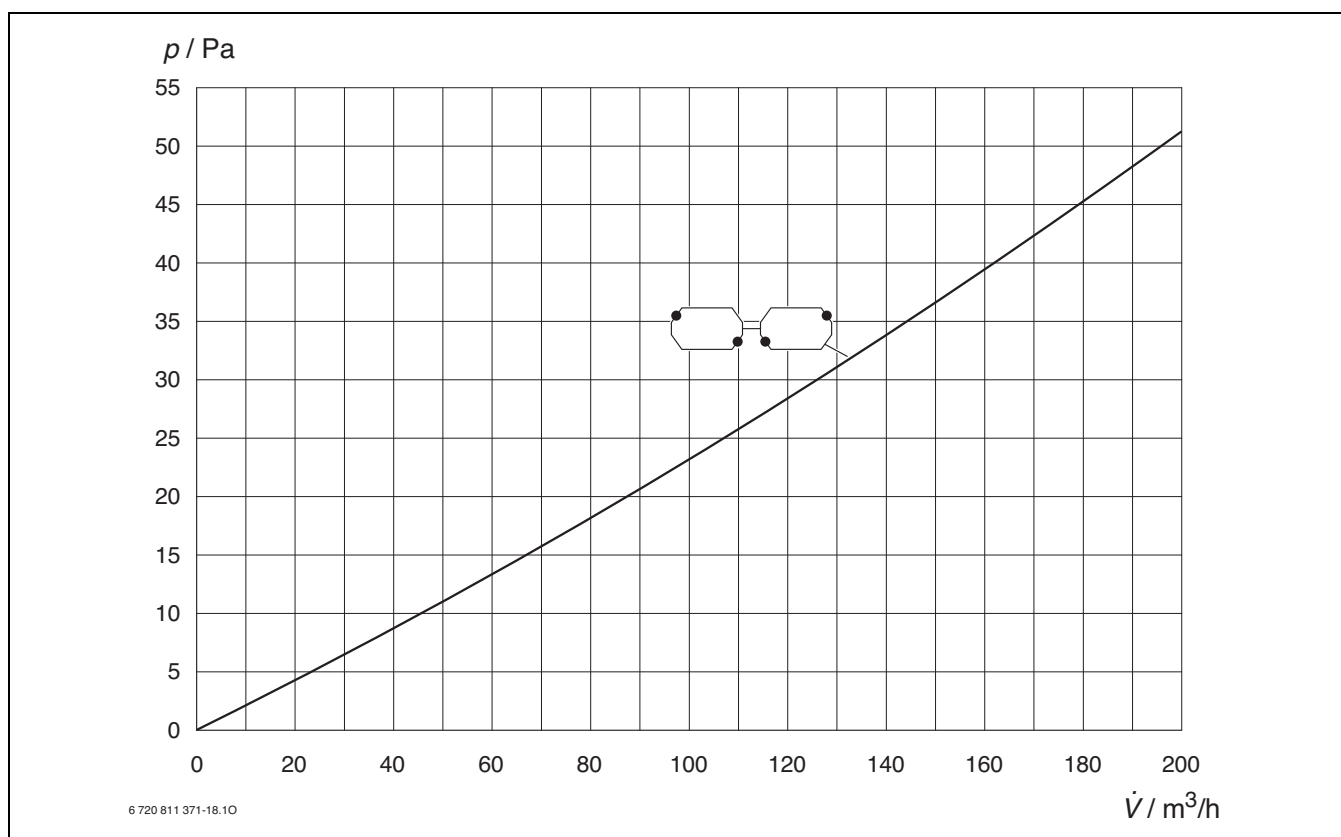
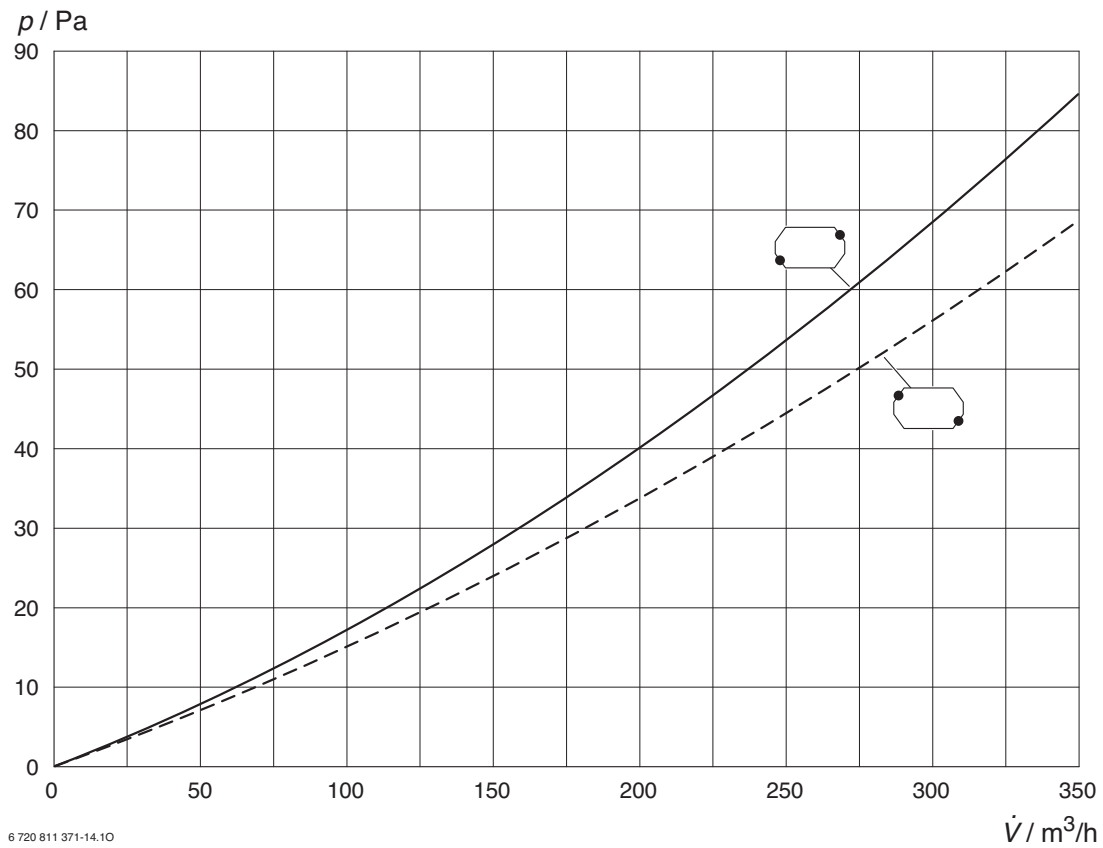
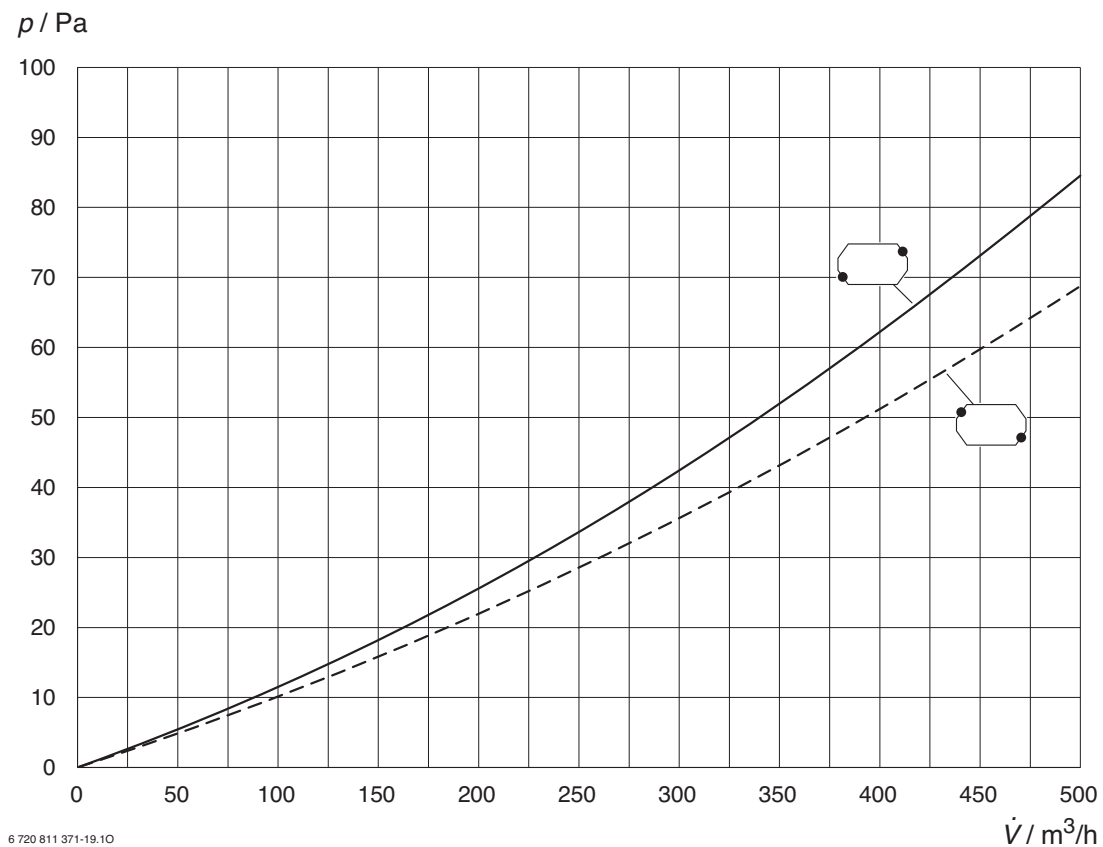

Bild 45 Volumenstrom und Differenzdruck HRV2-140 (S)
Bild 46 Volumenstrom und Differenzdruck HRV2-230 (S)
Bild 47 Volumenstrom und Differenzdruck HRV2-350 (S)
Der Luftvolumenstrom der Anlage bei Nennlüftung (Stufe 3) wird über eine Differenzdruckmessung am Wärmetauscher eingestellt. Für den Wärmetauscher sind die Volumenströme abhängig vom Differenzdruck bekannt (→ Bild 45, Bild 46 bzw. Bild 47 ab Seite 29). Damit lässt sich über den Differenzdruck der Volumenstrom im Wärmetauscher und somit für die gesamte Lüftungsanlage einstellen.
- Mit dem Nenn-Volumenstrom der Anlage den über den Wärmetauscher anfallenden Druckverlust für das linke und das rechte Gebläse aus Bild 45, Bild 46 bzw. Bild 47 (Seite 29 ff.) oder dem Aufkleber auf der Abdeckung des Wärmetauschers ablesen.